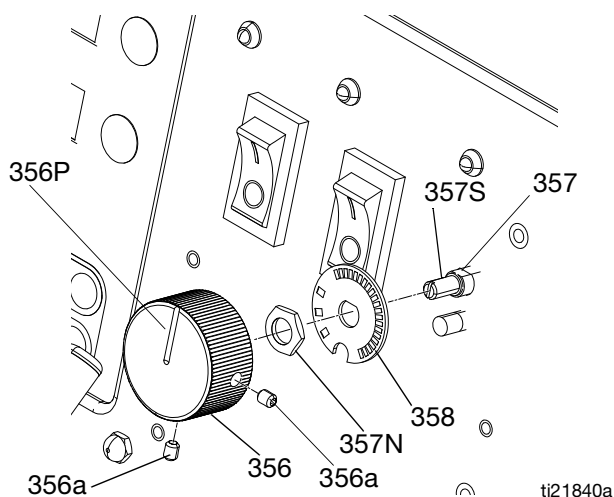

Fig. 9 Sélecteur de fonction/potentiomètre
4. Voir FIG. 9. Retirer les deux vis sans tête (356a) et retirer le sélecteur de fonction (356) de l'axe du potentiomètre (357).
5. Retirer l'écrou (357N) et le plateau de ressort (358).
6. Installer le potentiomètre neuf (357) en suivant l'ordre inverse. Positionner le potentiomètre de façon à ce que la fente (357S) soit horizontale. Positionner le bouton (356) de sorte que le repère (356P) soit en haut. Installer le bouton sur l'axe en veillant à ce que la broche du bouton pénètre dans la fente (357S). Pousser le bouton sur l'axe contre le ressort de compression avant de serrer les vis sans tête (356a).